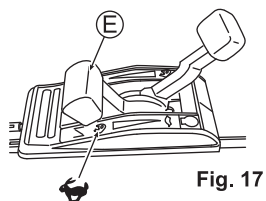

Fig. 17
2. Placez la manette des gaz (E) en position "🐢" pour commencer à tondre. (Voir Fig. 17)